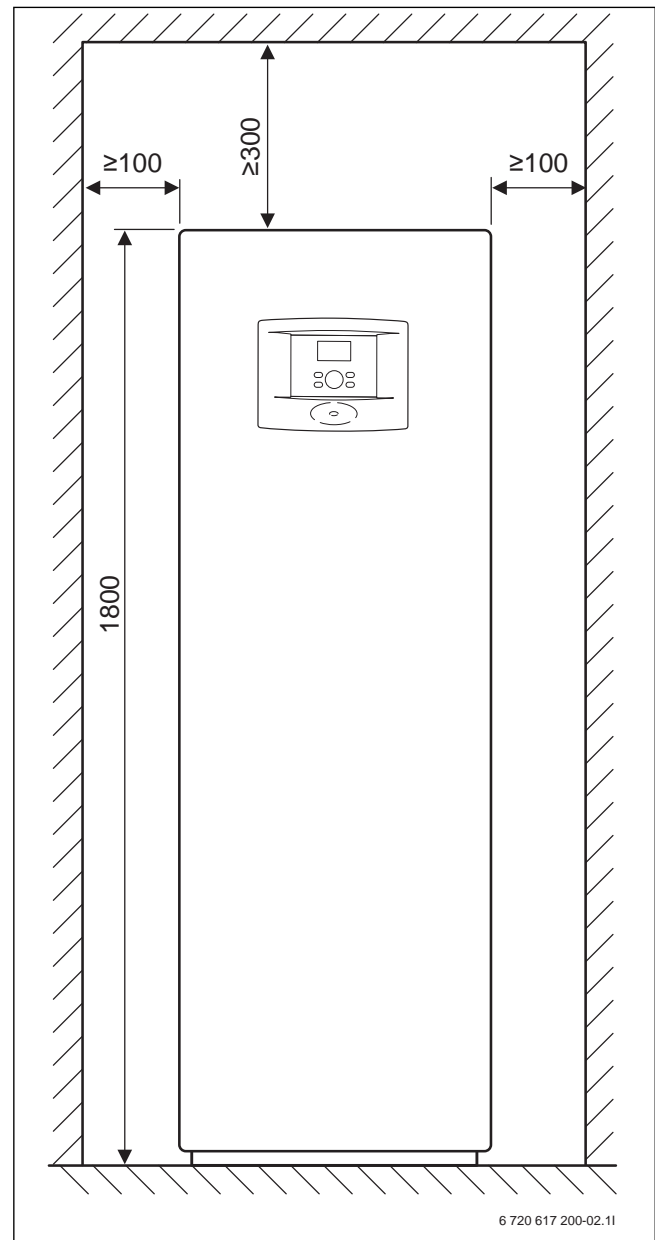

Bild 73 Mindestabstände der Wärmepumpen STM 60-1 ... STM 100-1 (Maße in mm)
- STM ...-1 → Bild 73, Seite 84